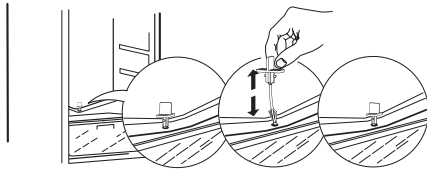

Abb. 1
- Um ein ordnungsgemäßes Abfließen des Abtauwassers zu gewährleisten, reinigen Sie regelmäßig den Abauffilter am Tauwasserausfluss. Dieser Ausfluss befindet sich auf der Rückseite des Kühlbereichs (siehe Abb. 1) Lassen Sie den Abauffilter immer eingesetzt, damit sich der Tauwasserabfluss durch Verschmutzungen nicht zusetzt.